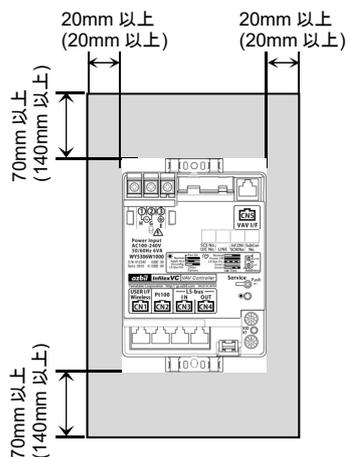

図10 メンテナンス用スペース正面図
- (1) 本製品を設置するときには、確実にねじ止めて、ぐらつきなどがないようにしてください。
- (2) 本製品を取り付ける際には、図10に示すようなメンテナンス用のスペースをとってください。取付面は鉛直方向になるように取り付けてください。また、製品の銘板が確認できる位置に取り付けるようにしてください。